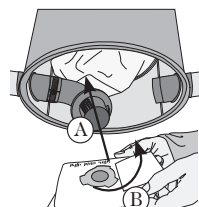

figura 8
4. Inserte la bolsa hasta el manguito de retención para garantizar la estanquidad. **(figura 8-A)**
Girar la bolsa a 20° **(figura 8- A)** asegurándose de que las muescas de la bolsa ya no están alineadas con las puntas del adaptador.